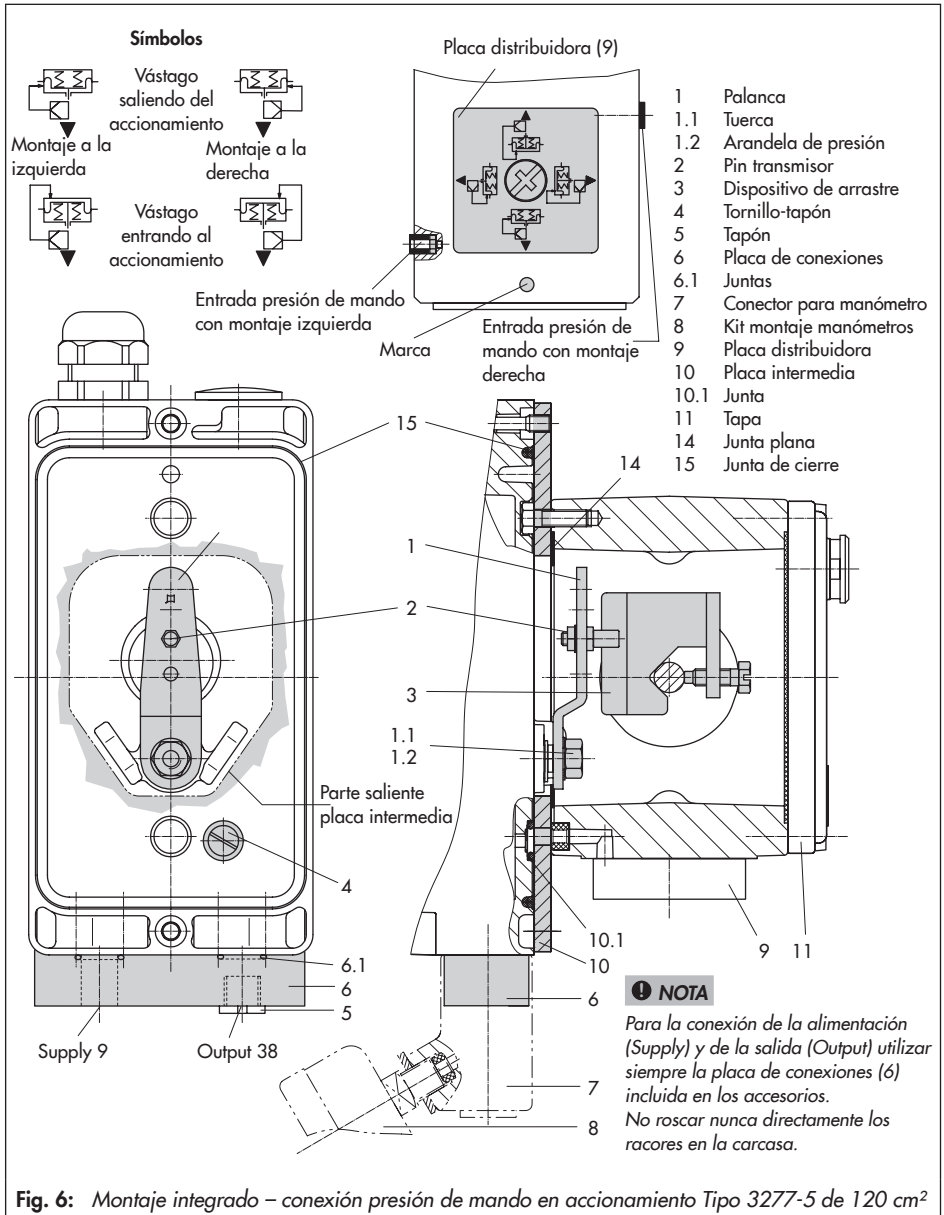

Fig. 6: Montaje integrado – conexión presión de mando en accionamiento Tipo 3277-5 de 120 cm²
Accionamiento de 120 cm² (ver fig. 6)
4. Fijar la placa intermedia (10) con la parte saliente más estrecha (fig. 6 izq.) hacia la conexión de la presión de mando, la junta plana (14) enganchada tiene que quedar del lado del puente del accionamiento.
5. **Carrera 15 mm:** el pin (2) de la palanca **M** (1) en la parte posterior del posicionador se deja en la posición **35** (estándar). **Carrera 7,5 mm:** desenroscar el pin (2) colocado en la posición **35** y roscarlo en la posición **25**.
6. Colocar la junta de cierre (15) en la ranura de la carcasa del posicionador y la junta (10.1) en la parte posterior de la carcasa.